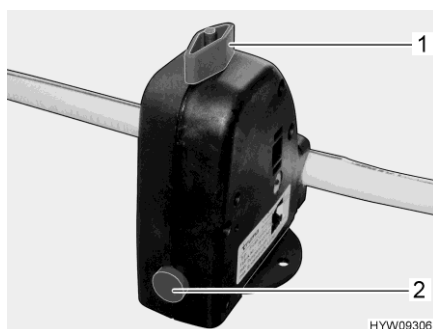

Bild 114 Säkerhets-/avtappningsventil (varmvattenberedare)
Varmvattenberedaren är utrustad med en säkerhets-/avtappningsventil (Bild 114). Säkerhets-/avtappningsventilen gör så att vattnet i varmvattenberedaren inte kallnar när det är frost och värmen inte är påslagen.
- Stäng säkerhets-/avtappningsventilen. Ställ vredet (Bild 114,1) diagonalt mot säkerhets-/avtappningsventilen och tryck in tryckknappen (Bild 114,2).
- Öppna säkerhets-/avtappningsventil. Vrid då vredet (Bild 114,1) mot säkerhets-/avtappningsventilen. Tryckknappen (Bild 114,2) skjuts ut. Nu töms varmvattenberedaren via säkerhets-/avtappningsventilen utomhus.